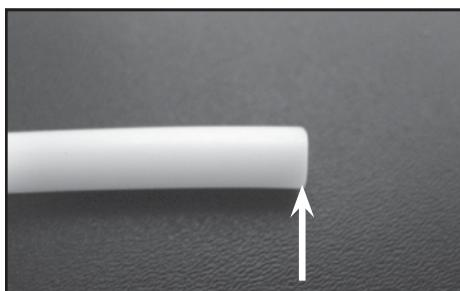
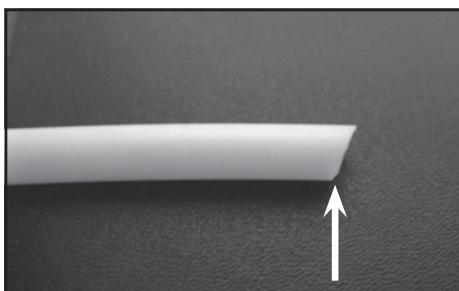
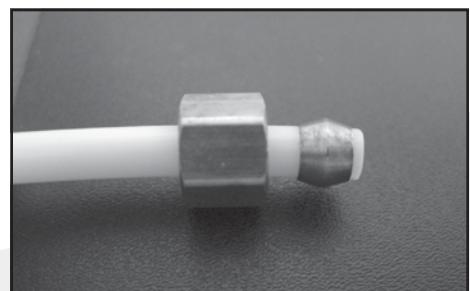

Fig. 1 (Correct)
Fig. 2 (Incorrect)
Fig. 3
- Le distributeur d'eau est doté d'une conduite d'eau flexible de 8 m avec un D.E de $\frac{1}{4}$ po. Si vous avez besoin de longueurs supplémentaires de conduite, vous pouvez vous les procurer dans des quincailleries locales. Coupez à la longueur souhaitée pour satisfaire les conditions de l'installation en vous assurant que la coupe des deux extrémités de la conduite d'eau est bien droite. (Voir les Fig. 1 et Fig. 2) Retirez l'écrou et la bague de compression du robinet et installez sur la conduite d'eau. (Voir Fig. 3)